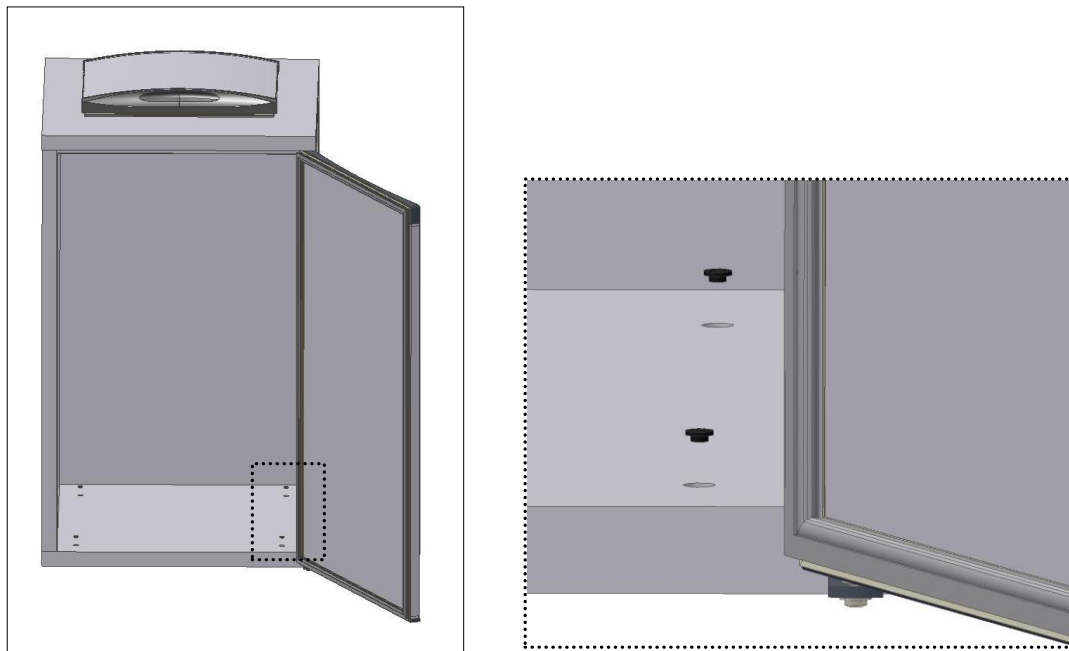

Fig. 12
- Placer **les cache**s sur le fond (Fig. 12);